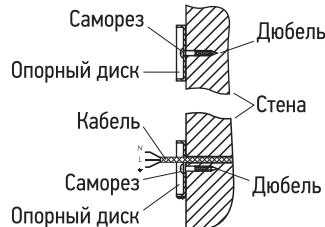

Рис. 8
- 3.6. При подключении через скрытую проводку место крепления соединительной коробки должно совпадать с местом вывода кабеля из стены (рис. 8).